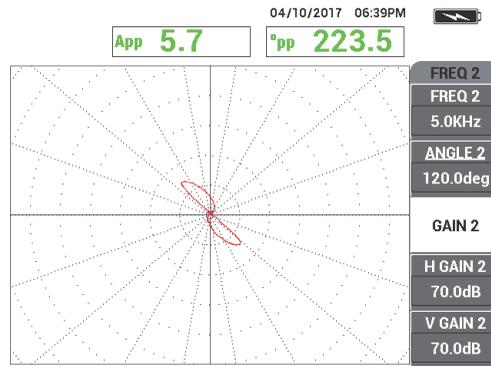

Figura 5-168 Il segnale di scansione della frequenza 2 del foro passante da 1,3 mm
6. Effettuare una scansione lenta solamente del foro passante da 1,3 mm e premere il comando ERASE (cancella) dell'interruttore a pedale per cancellare la schermata. Quando il segnale del foro è visibile sulla schermata del NORTEC 600, premere il tasto FREEZE (❄) [vedere Figura 5-168 a pagina 260].